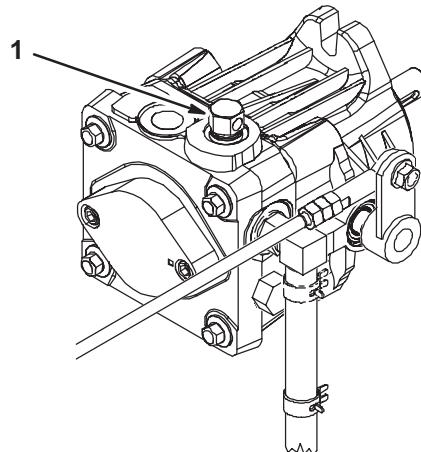

Figure 28
2. Tournez les vannes de dérivation d'un tour dans le sens anti-horaire pour pousser la machine. Cela permet au liquide hydraulique de contourner la pompe et aux roues de tourner (Fig. 28).
1. Tournez les vannes de dérivation d'un tour dans le sens horaire pour utiliser la machine (Fig. 28).